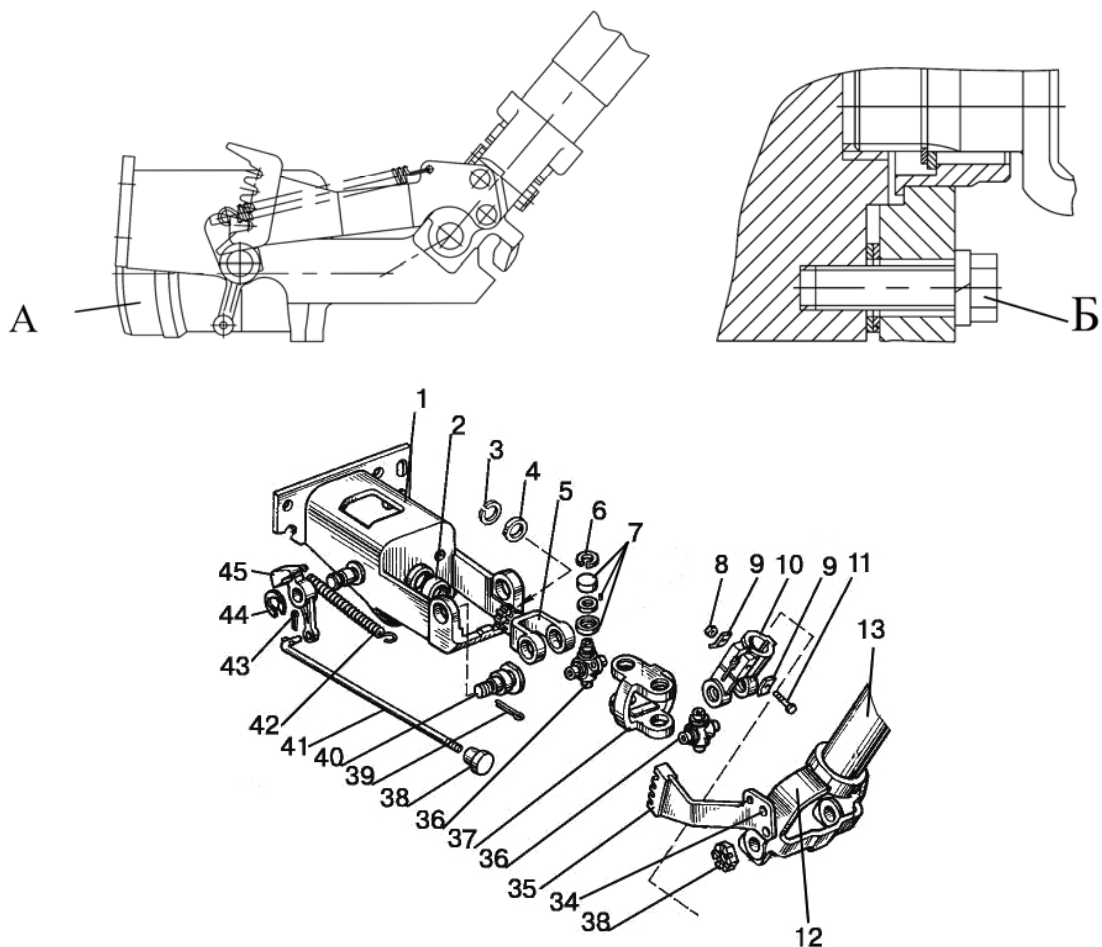

Рисунок 7.11
- в) вставьте металлический стержень между проушинами вилки 10, (рисунок 7.11), кардана, и отверните на 1-2 оборота ключом S=36 мм контргайку 21;
- и) отверните болты «Б», (рисунок 7.11), и снимите насос-дозатор «А»;